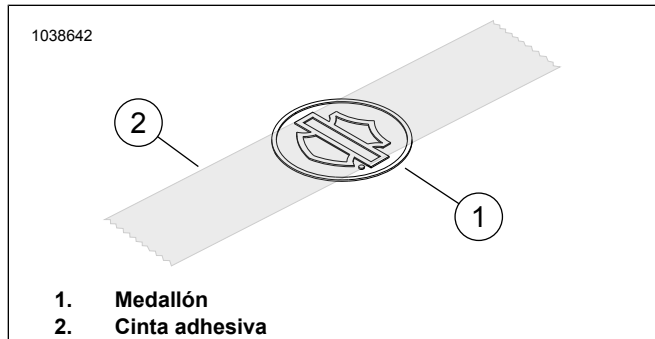

Figura 1. Aplique cinta en el medallón
2. Vea Figura 1 . Ubique un trozo de 3 pulgadas de cinta adhesiva centrado por encima de la barra y la pantalla del medallón.